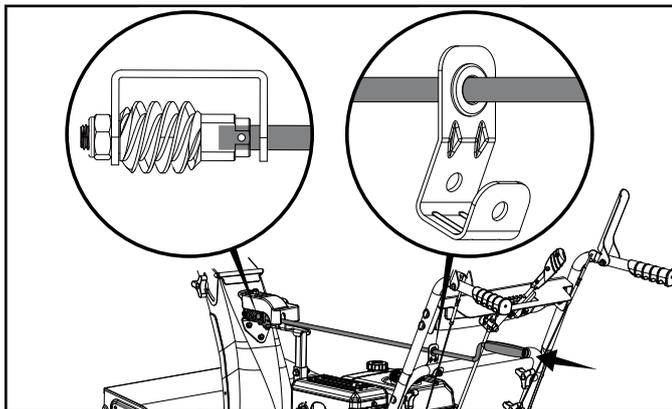

Figure 11A
2. Insérez le levier dans le support de la goulotte de décharge qui se trouve sur la poignée inférieure, puis dans le trou de l'engrenage. (figure 11A)